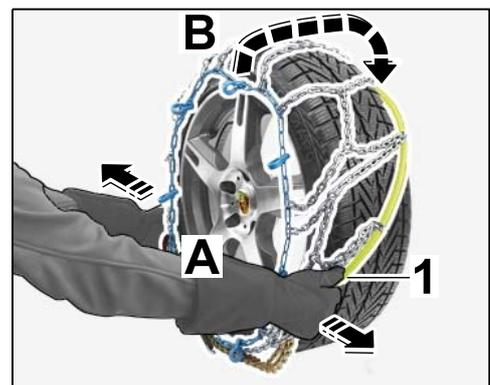

Figure 4
2.1.3 Écarter les extrémités de l'étrier à ressort en acier autant que possible (⇒ Figure 4 -A-) et guider la chaîne à neige sur la roue par le haut (⇒ Figure 4 -B-).